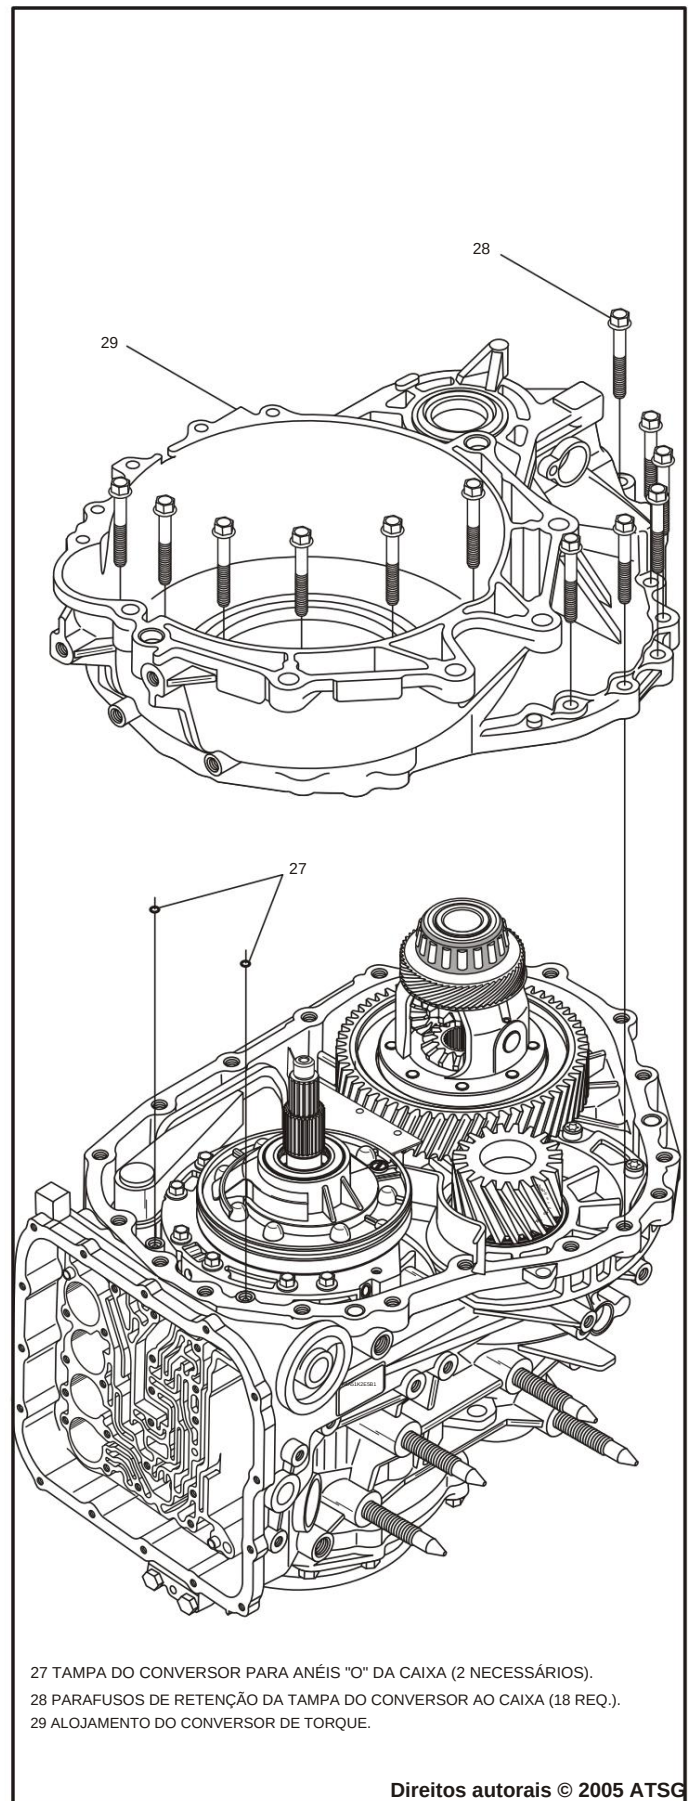

Figura 38
20. Gire a caixa na bancada de trabalho para que o carcaça do conversor está voltada para cima, conforme mostrado na Figura 38.
21. Remova os 18 parafusos da carcaça do conversor de torque, conforme mostrado na Figura 38.
- Nota: Seis destes parafusos estão dentro do carcaça do conversor, conforme mostrado na Figura 38.**
22. Remova e descarte os dois pequenos anéis "O" entre a carcaça do conversor e a carcaça, conforme mostrado na Figura 38.